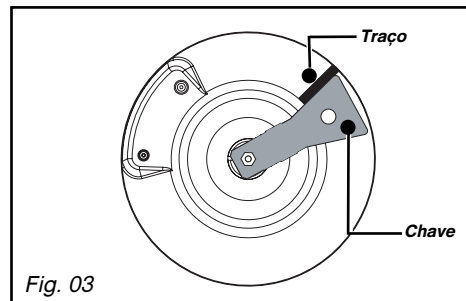

Fig. 03
Numa instalação já existente, é possível utilizar um tubo flexível equipado com braçadeiras de aperto cujo tempo de vida é de 5 anos. Nesse caso, é necessário utilizar uma extremidade, sem esquecer de colocar uma anilha de estanquidade entre a referida extremidade e o cotovelo da placa (Fig. 03).
- Rode a chave no sentido dos ponteiros do relógio até o traço aparecer no outro lado (*Fig. 03*).